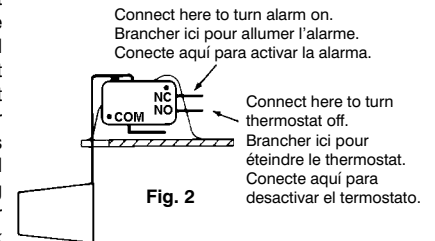

Fig. 2
- Safety switch:** The safety overflow switch should be connected to a class II low voltage circuit. To control a thermostatic circuit the COM and NO connections from the safety switch are to be wired in series with the low voltage thermostat circuit to shut down the heating/AC circuit. The COM and NO switch contacts may be used to actuate a low voltage alarm circuit (connected in series) if the heating/cooling system can not be disrupted. The safety switch comes from the factory with leads connected to the COM and NO switch terminals. Typical hook-up of "NC" circuits would be (Figs. 2 & 3).
3. Disjoncteur-Le disjoncteur de débordement doit être connecté à un circuit à basse tension de catégorie II. Pour commander un circuit thermostatique, les connexions COM et NO de l'interrupteur de sécurité doivent être branchées en série avec le circuit basse tension du thermostat; il est alors possible de couper le système de chauffage/climatisation. Si une telle coupure n'est pas désirée, les contacts COM and NO peuvent aussi être utilisés pour activer une alarme de faible tension (branchée en série). L'interrupteur de sécurité a été réglé en usine avec des fils raccordés aux bornes COM et NO. L'assemblage typique de circuits 'NC' serait (Fig. 2 & 3).
3. **Interruptor de seguridad:** el interruptor de seguridad de exceso sobre la capacidad, debe encontrarse conectado a un circuito de bajo voltaje de la clase II. Para controlar un circuito termostático, las conexiones COM y NO del interruptor de seguridad tienen que ser conectadas en serie con el circuito del termostato de bajo voltaje, para que apague el sistema de calefacción/aire acondicionado. Los contactos COM y NC del interruptor pueden usarse para activar un circuito de bajo voltaje de alarma (conectado en serie), si el sistema de calefacción/aire acondicionado no puede ser interrumpido. El interruptor de seguridad se suministra desde la fábrica con los cables conectados a los bornes COM y NO del interruptor. El prototipo de la conexión de los circuitos abiertos, sería (Fig 2 & 3).